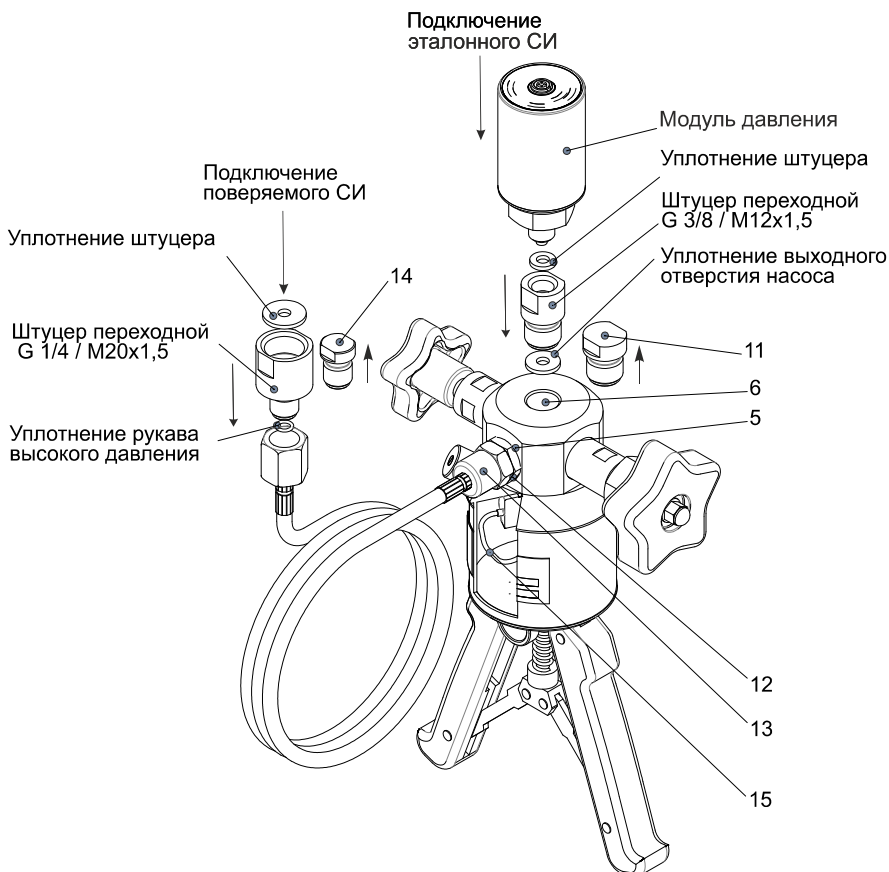

Рисунок 2 – Подключение эталонного и поверяемого СИ к насосу ручному гидравлическому ЭЛМЕТРО-ГРН-600
- к линии выходного давления (поз. 6, рисунок 2) подключить эталонный прибор, к линии выходного давления (поз. 5, рисунок 2) через адаптер (поз. 12, рисунок 2) подключить рукав высокого давления (поз. 13, рисунок 2). Выход рукава высокого давления должен сообщаться с атмосферой, для этого необходимо выкрутить пробку из рукава высокого давления (поз. 14, рисунок 2);
- убедиться, что трубка (поз.15, рисунок 2) полностью погружена в жидкость;
- подключить к рукаву высокого давления (поз. 13, рисунок 2) поверяемое СИ, используя при необходимости штуцер переходной G1/4 / M20x1,5;